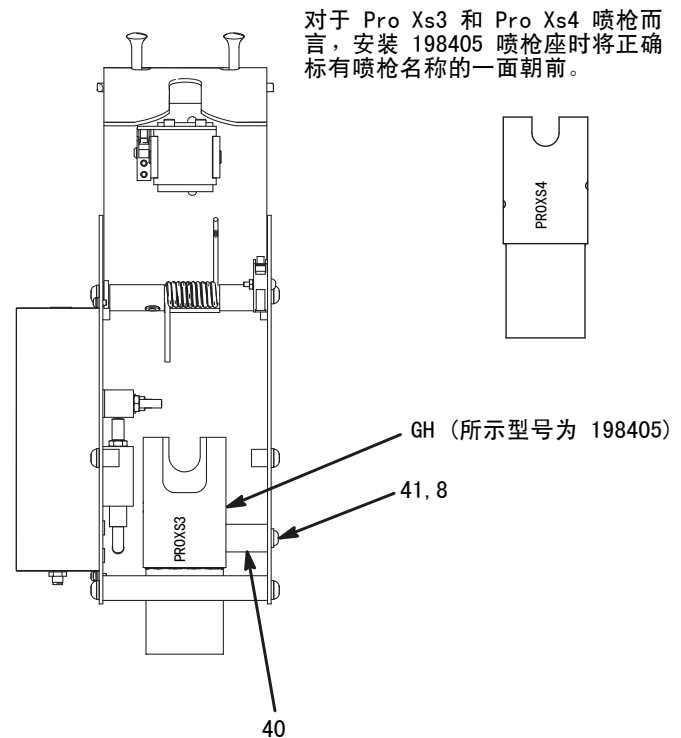
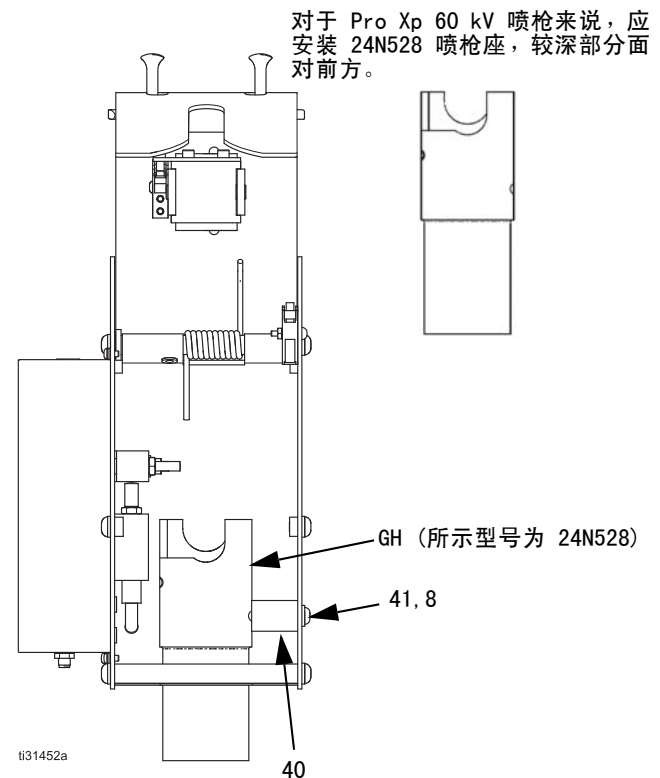

图 4：喷枪座安装 (Pro Xs3 和 Xs4 喷枪)
图 5：喷枪座安装 (Pro Xp 60kV 喷枪)
2. 拆下将安装支架 (40) 固定于洗枪盒右侧的两颗螺钉和垫圈 (41, 8)。请见图 4 或图 5。
3. 安装喷枪座 (GH)，将安装孔与安装支架 (40) 和洗枪盒侧面的孔对齐。使用螺钉与垫圈 (41, 8) 固定。